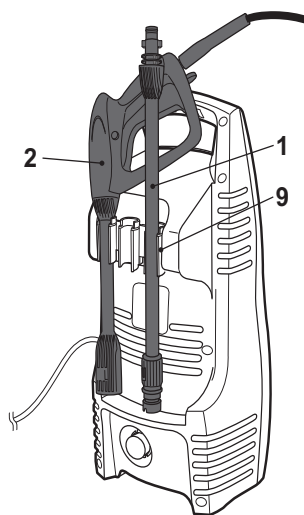

Рис. 14
> Защелкните патрубок для высокого давления (1) и пистолет для распыления (2) на держателе для принадлежностей (9) (Рис. 14).